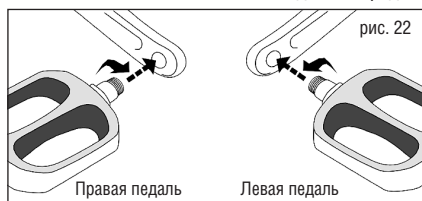

рис. 22
1. На велосипедах с небольшими размерами рам мыски обуви велосипедиста или чашки туклипс в переднем положении педали могут контактировать с повернутым передним колесом при повороте с малым радиусом («нахлест мыска»). Избавить этого легко (рис.22) – достаточно в крутом повороте прекратить педалирование и